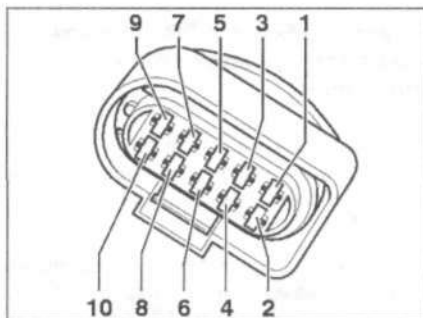

Рис. 6.91. Проверьте провод между тестером и разъемом на разрыв цепи.
- проверьте провод между тестером и разъемом на разрыв цепи: контакт 4 и гнездо 76, контакт 7 и гнездо 53 (рис. 6.91). **Заданное значение:** 1.5 Ом;